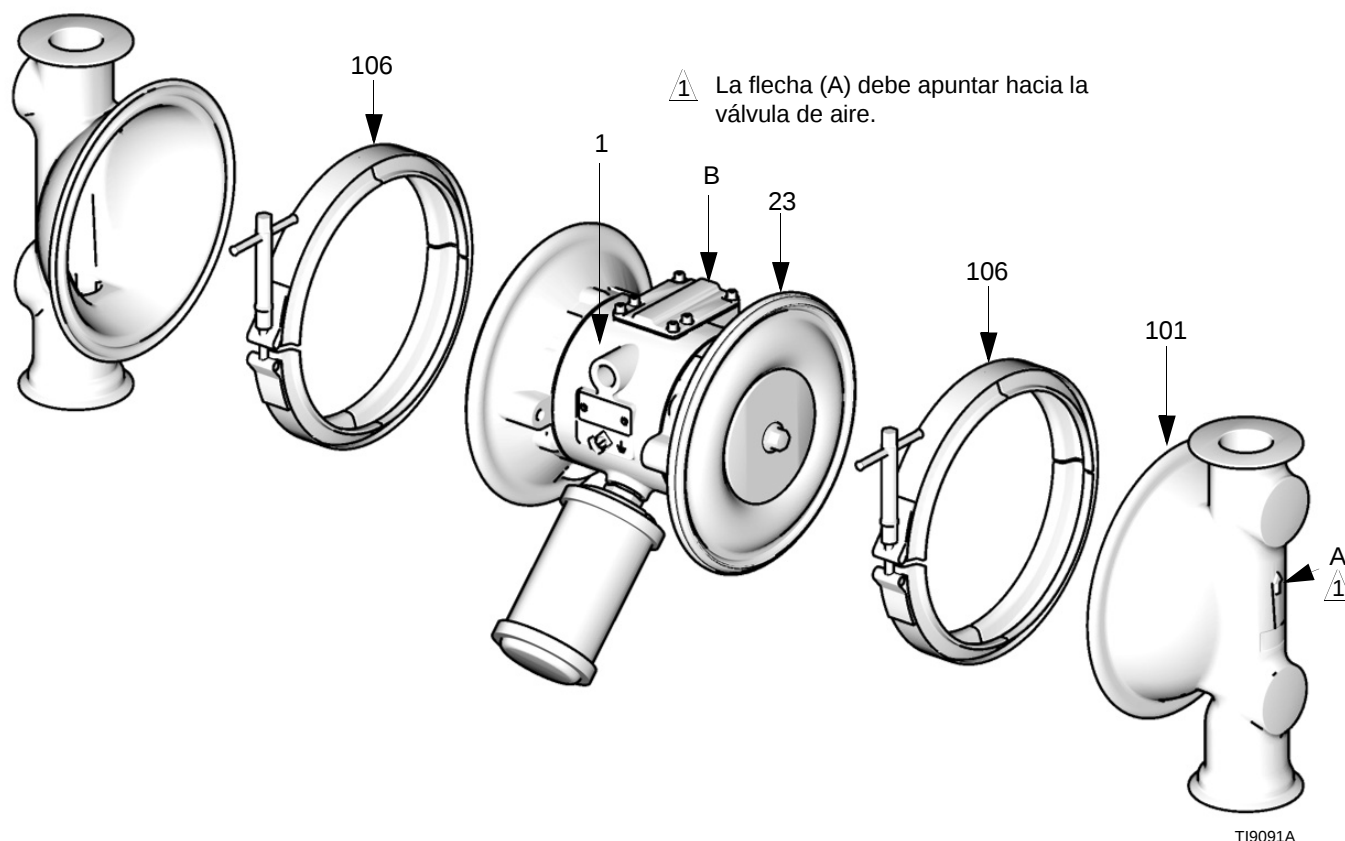
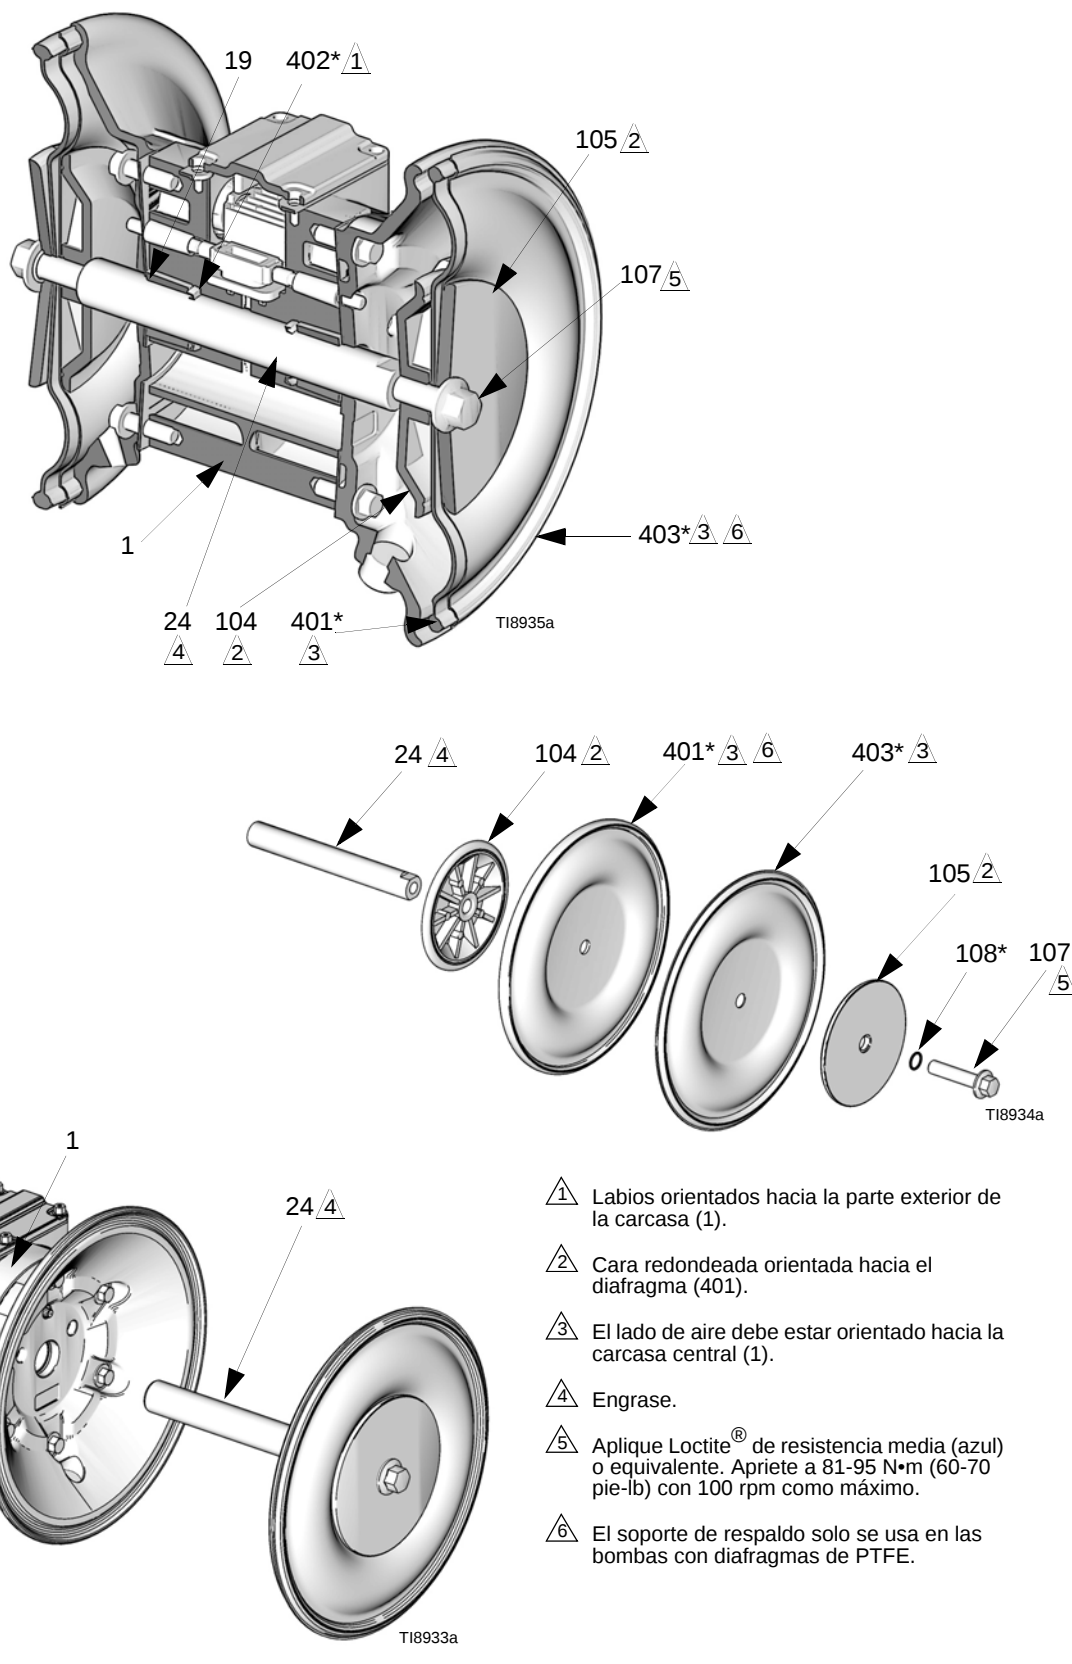

FIG. 10
FIG. 11
3. Retire las abrazaderas (106) que sostienen las cubiertas de fluido (101) en las cubiertas de aire (23). Extraiga las cubiertas de fluido (101) de la bomba. Consulte la Fig. 10.
4. Apriete pero no retire los pernos del eje del diafragma (107), usando una llave de tubo de 15 mm en ambos pernos. Consulte la FIG. 11.
5. Destornille un perno del eje del diafragma (24) y retire la junta tórica (108), la placa del lado de fluido del diafragma (105), diafragma (403), soporte de respaldo (401) -se usa solo en los modelos con PTFE y placa del lado de aire del diafragma (104). Consulte la FIG. 11.
6. Extraiga el otro conjunto de diafragma y el eje del diafragma (24) de la carcasa central (1). Sostenga las caras planas del eje con una llave de boca abierta de 19 mm y retire el perno (107) del eje. Desarme el conjunto de diafragma restante.
7. Inspeccione el eje del diafragma (24) en busca de desgaste o daños. Si está dañado, inspeccione los cojinetes (19) sin extraerlos. Si los cojinetes están dañados, consulte la página 24.
8. Introduzca un extractor de juntas tóricas en la carcasa central (1) y extraiga las empaquetaduras de copa en U (402) de la carcasa. Esto puede hacerse sin retirar los cojinetes (19).
- d. Solo en los modelos con PTFE, instale el soporte de respaldo (401*) en el perno. Cerciórese de que la cara marcada AIR SIDE (lado de aire) quede orientada hacia la carcasa central (1).
- e. Instale la placa del lado de aire del diafragma (104) de forma que la parte redondeada esté orientada hacia el diafragma (401). Esta placa está marcada con su número de pieza.
- f. Aplique Loctite® de resistencia media (azul), o equivalente, a las roscas del perno (107). Enrosque con la mano el perno en el eje (24).
3. Engrase el eje del diafragma (24) en toda su longitud y en los extremos y deslícelo a través de la carcasa (1).
5. Sujete un perno del eje con una llave (107) y apriete el otro perno a 81-95 Nom (60-70 pie-lb) con 100 rpm como máximo.
6. Alinee las cubiertas de fluido (101) y la carcasa central (1) de forma que las flechas (A) de las cubiertas queden orientadas en el mismo sentido que la válvula de aire (B). Fije las cubiertas con abrazaderas. Consulte la FIG. 10.
1. Instale las empaquetaduras de copa en U del eje (402*) de forma que los labios queden orientados hacia **afuera** de la carcasa (1). Lubrique las empaquetaduras. Consulte la FIG. 11.
2. Instale el conjunto de diafragma en un extremo del eje (24) de la siguiente manera:
- a. Instale la junta tórica (108*) en el perno del eje (107).
- b. Instale la placa del lado del fluido del diafragma (105) en el perno de forma que la cara redondeada quede orientada hacia el diafragma (401).
6. Retire las juntas de la cubierta de aire (22). Sustituya siempre las juntas con juntas nuevas.
7. Use un extractor de cojinetes para extraer los cojinetes del eje del diafragma (19), los cojinetes de la válvula de aire (12) o los cojinetes del pasador piloto (15). No extraiga unos cojinetes no dañados.
8. Si retiró los cojinetes del eje del diafragma (19), acceda a la carcasa central (1) con un extractor de juntas tóricas, enganche las empaquetaduras de copa en U (402), luego retírelas de la carcasa. Inspeccione las empaquetaduras. Consulte la FIG. 11.
1. Si se han retirado, instale las empaquetaduras de copa en U del eje (402*) de forma que los labios queden orientados hacia **afuera** de la carcasa (1). Consulte la FIG. 11.
2. Los cojinetes (12, 15, y 19) tienen forma ahusada y sólo pueden ser montados de una forma. Inserte los cojinetes en la carcasa central (1), el **extremo ahusado primero**. Con una prensa o un bloque y un mazo de goma, golpee el cojinete hasta que